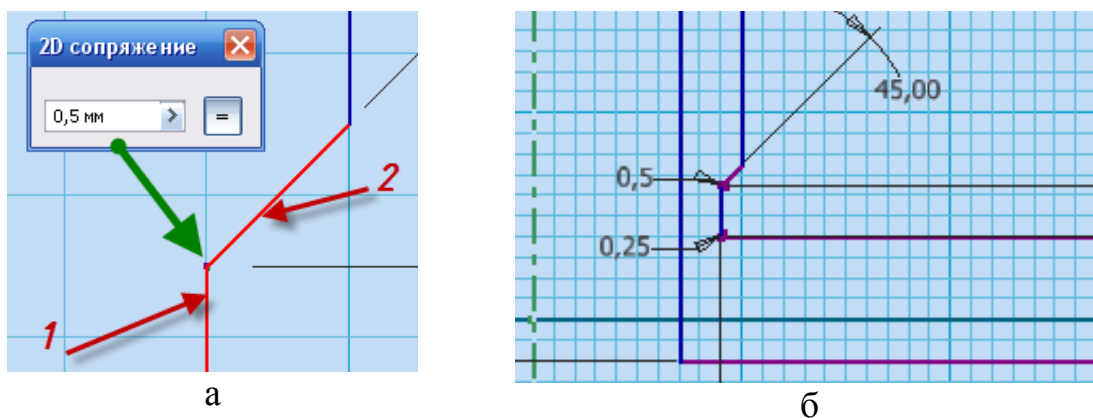

Рис. 3.7. Создание сопряжений
- Для создания сопряжений выберите команду  **Сопряжение**, в диалоговое окно **2D Сопряжение** введите числовое значение радиуса сопряжения и укажите: либо на точку пересечения двух прямых и кликните мышкой (рис. 3.7, а), либо поочередно на первую прямую (1, рис. 3.7, а)– щелчок левой клавишей мыши, а затем на вторую (2, рис. 3.7, а) – щелчок левой клавишей мыши. Изменив значение радиуса также выполните второе сопряжение (рис.3.7, б).